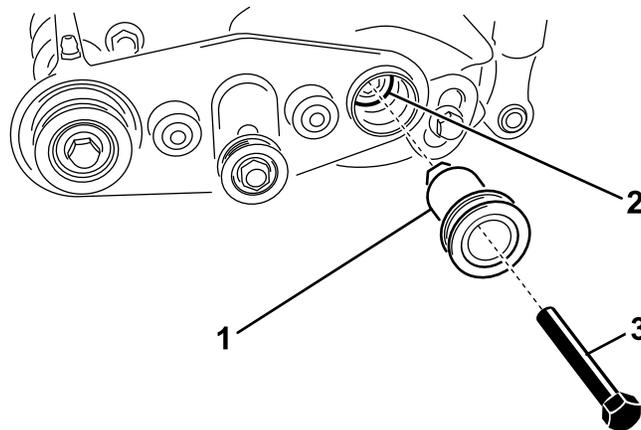

図 8
A. 右ブラシサポートの穴に駆動プーリを通し、必要に応じて回転させながらブラシドライバへ挿入する 図 8を参照。
シドライバに 図 8 のように固定し、89N・m